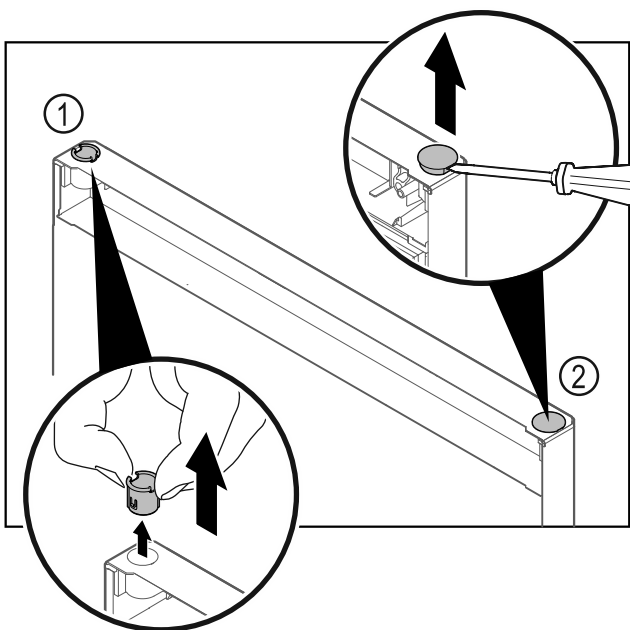

Fig. 21 Drzwi chłodziarki
- ▶ Wyjąć palcami tuleję zawiasu Fig. 21 (1).
- ▶ Zatyczkę osłonki Fig. 21 (2) ostrożnie podważyć przy pomocy śrubokręta płaskiego i wyjąć.